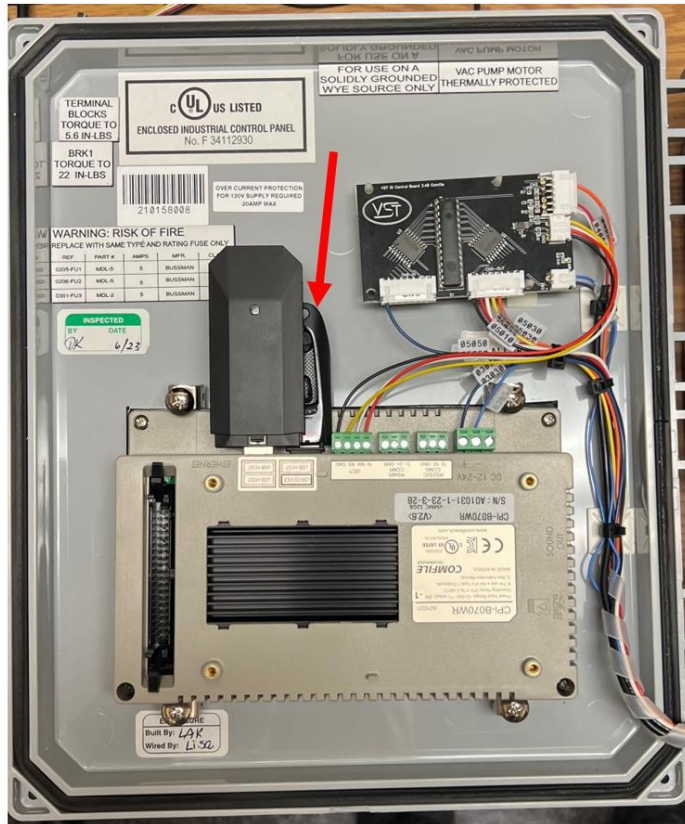

Figura 5-1: Unidad USB para almacenamiento digital (datos)
1. Abra la puerta del Panel de control y ubique la unidad USB en la parte posterior de la pantalla. **Vea la Figura 5.1.**